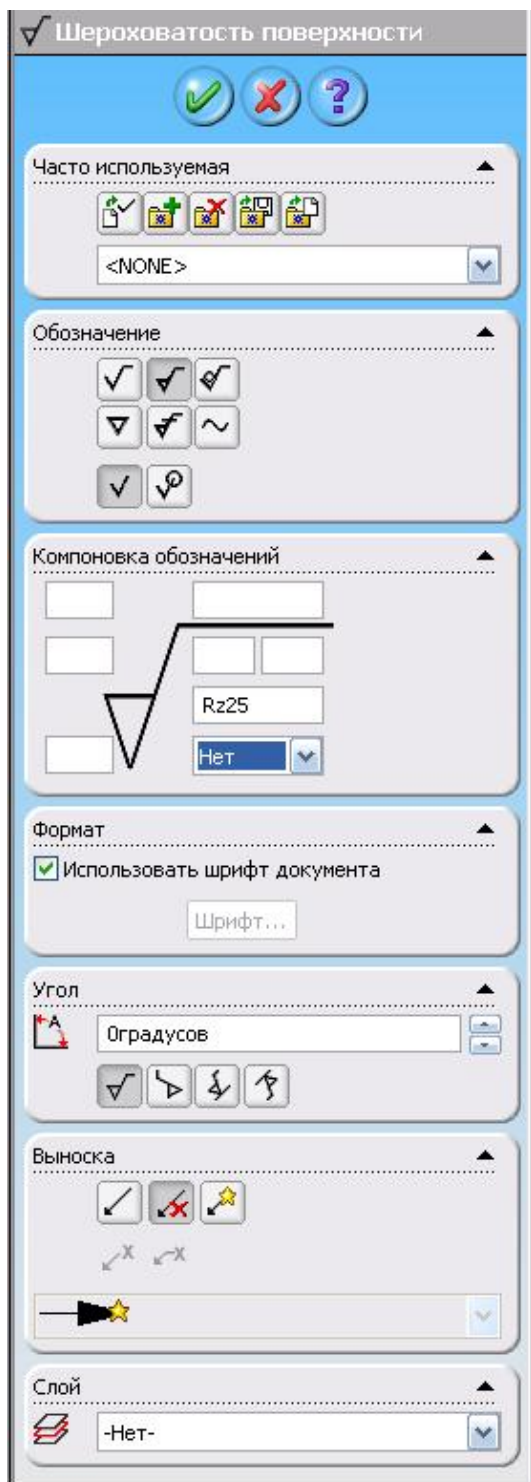

Рис. 17
2. В появившемся в Менеджере Свойств (Property Manager) диалоговом окне **Свойства обозначения шероховатости поверхности** установит параметры (рис. 17):